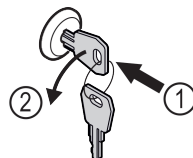

Fig. 182
- ▶ Dugja be a kulcsot. Fig. 182 (1)
- ▶ Forgassa el a kulcsot 90°-kal az óramutató járásával ellenkező irányba. Fig. 182 (2)